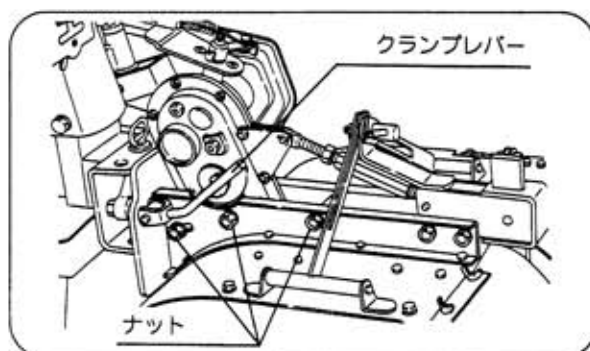

図2
- ② クランプレバーでロータリ本体を固定します。（図2）
- ③ シャーシフレームを締付けてある3ヶ所のナットをゆるめてください。（図2）